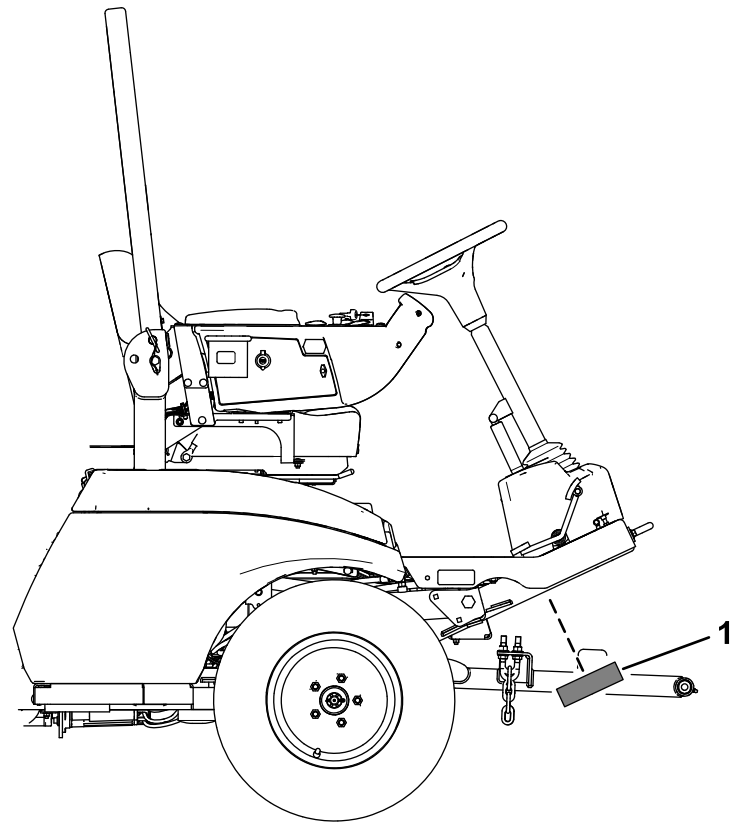

Figura 37
- Montate la piastra sul telaio (Figura 37).